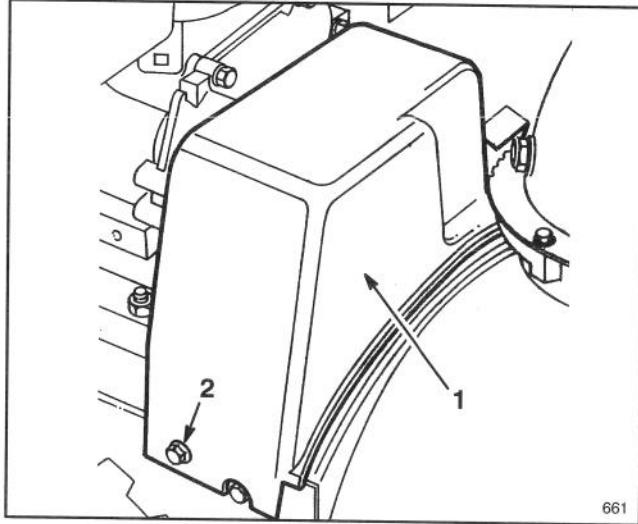

Figure 24
Quand la courroie de commande de tarière et du rotor (Fig. 24) est usée, étirée, saturée d'huile ou défectueuse de quelque manière, il faut la remplacer.
- Retirez les (2) vis de fixation de la garde de courroie et mettez cette dernière de côté (Fig. 24).
3. Retirez les (2) vis de fixation de la garde de courroie et mettez cette dernière de côté (Fig. 24).